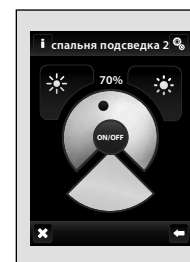

рис. 161
- включение: долгим нажатием (>3с) кнопки ON/OFF. Включенное устройство отображается в инвертированных цветах (рис. 161).